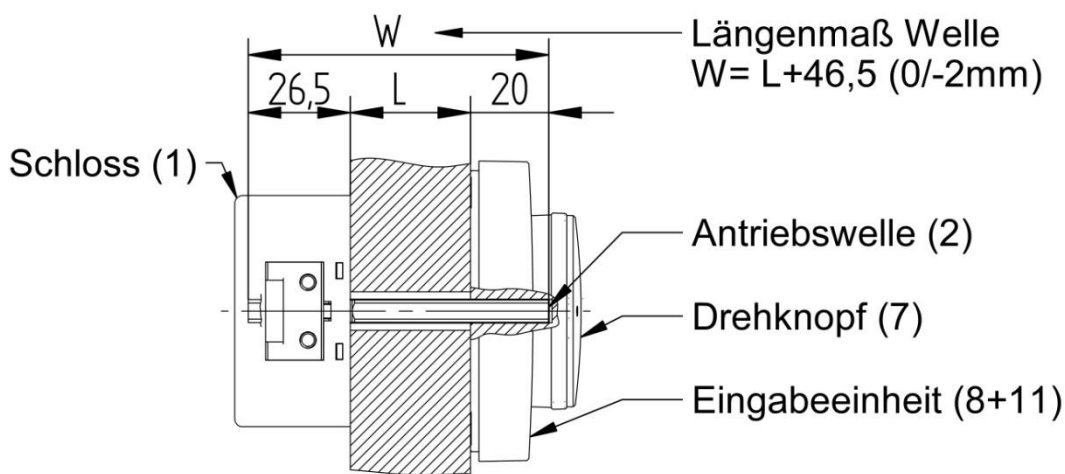

Abbildung 8: erforderliche Länge der Antriebswelle
Die mitgelieferte Antriebswelle (2) ist je nach Türstärke und Einbauposition auf die erforderliche Funktionslänge anzupassen, um die einwandfreie Funktion des Schlosssystems sicherzustellen. Das benötigte Längenmaß W ergibt sich aus dem Abstandsmaß L zwischen Montageebene Schloss zu Montageebene Eingabeeinheit + 20 mm Eintauchtiefe der Welle in die Eingabeeinheit + 26,5 mm Eintauchtiefe in das Schloss (Toleranz $+0/-2$ mm, siehe Abbildung 8).